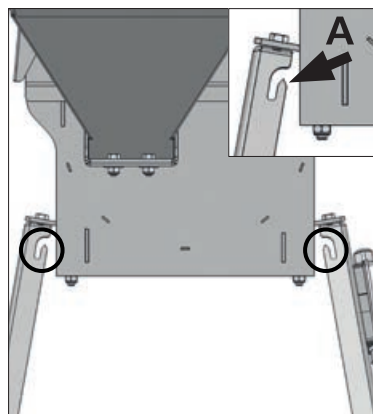

Fig. 06
En los soportes de los trituradores existen pequeños cortes (A), para fijar una bolsa al equipo [Fig. 06].